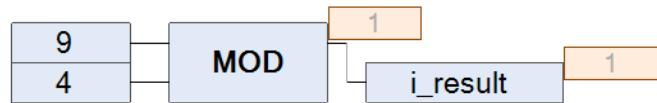

Рисунок 2.19 – Арифметический оператор «Остаток от деления»
**Арифметический «Остаток от деления».** Элемент «Остаток от деления» в CoDeSyS обозначается письменном виде (MOD). В своей структуре имеет два входа и один выход (рисунок 2.19). Типы входных и выходных данных, с которыми используется элемент: BYTE, WORD, DWORD, SINT, USINT, INT, UINT, DINT. Принцип работы следующий: делимое (верхний вход) делится на делитель (нижний вход), в итоге получаем следующее: